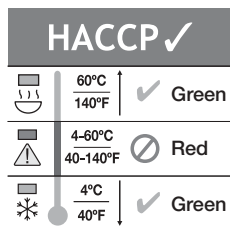

Figura 7
- Un indicador LED rojo muestra cuando las temperaturas se encuentran dentro de la “Zona de Peligro” del HACCP entre 4°C y 60°C (40°F a 140°F) donde el desarrollo microbiano sucede con mayor rapidez. (**Figura 7**).